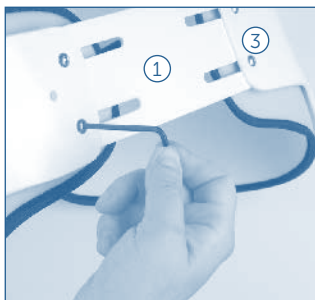

рис. 2
- а. Скрепите винтами (12) и втулками с резьбой (13) спинную панель (1) с боковыми панелями (2) и (3) (рис. 2).